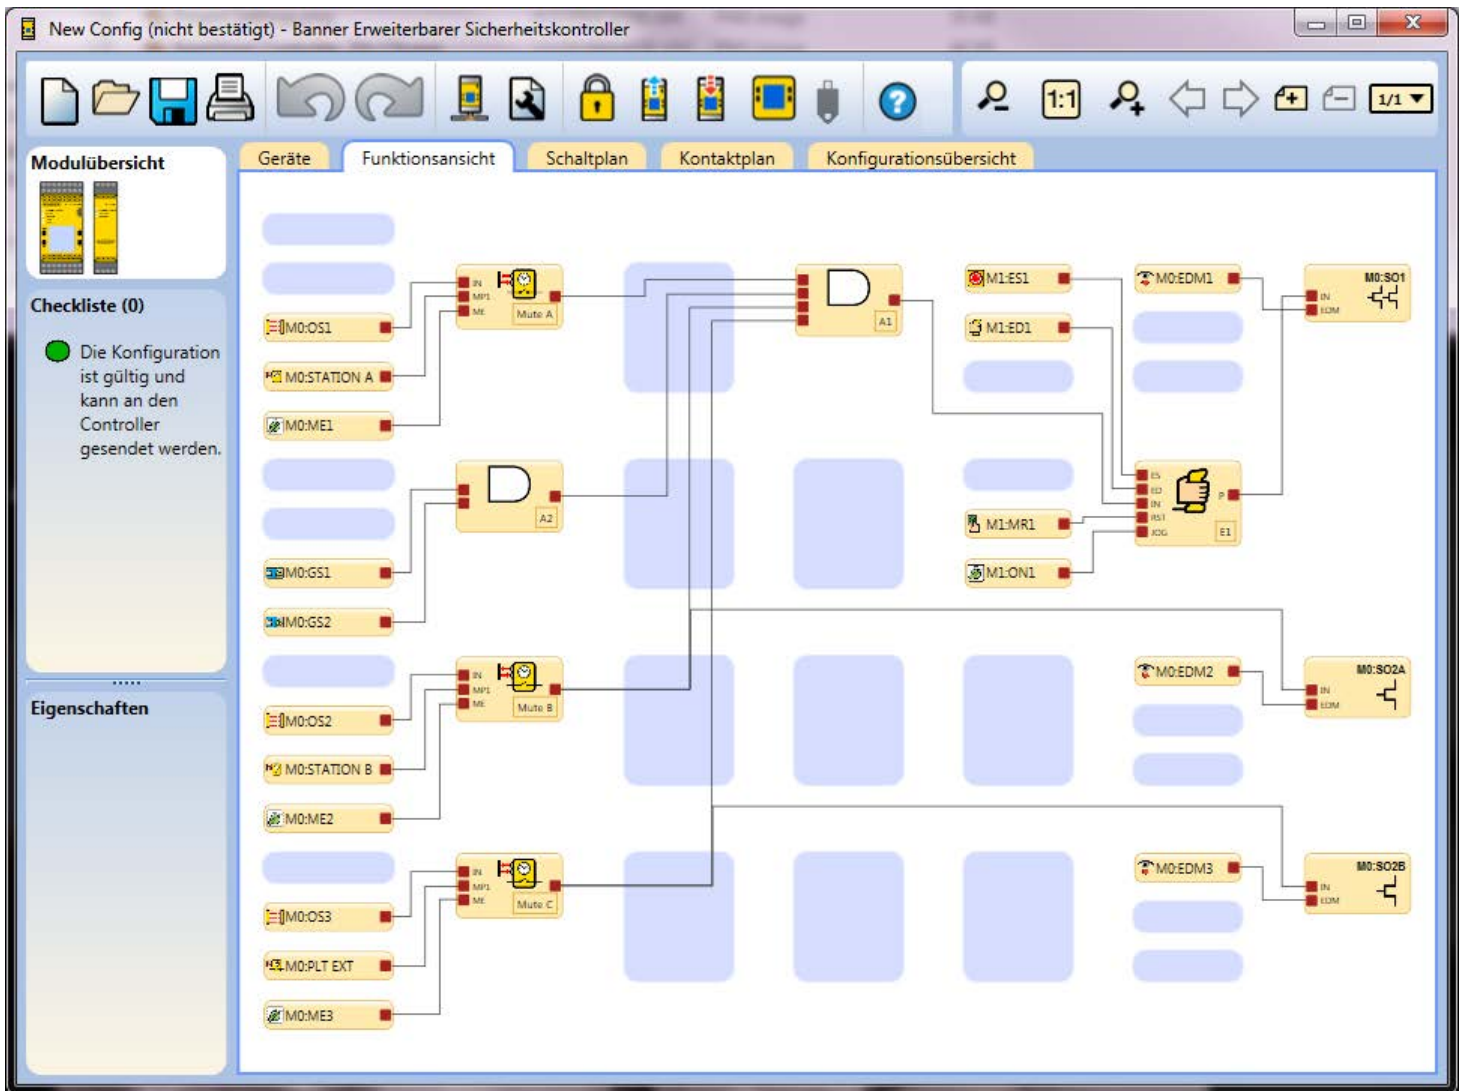

Abbildung 55. Beispielkonfiguration – Registerkarte **Funktionsansicht**
**Anmerkung:** An dieser Stelle können Sie die Blöcke auf der Registerkarte **Funktionsansicht** neu anordnen, um den Konfigurationsablauf zu optimieren (siehe Abbildung 55 auf Seite 79).